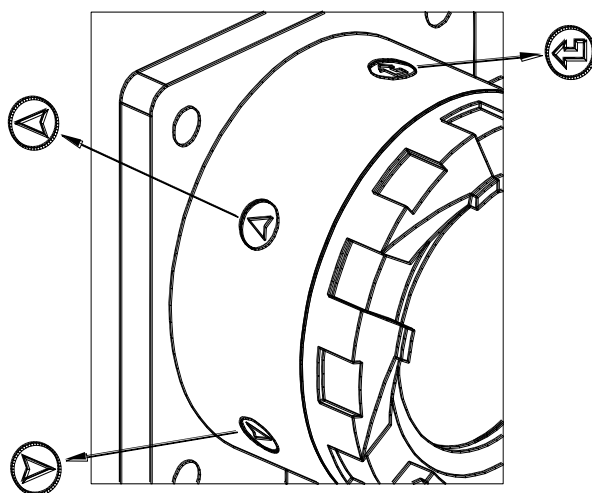

Рисунок 2.5
2.4.3.7. На модуле индикации установлены герконы дистанционного управления, дублирующие кнопочную клавиатуру и предназначенные для конфигурирования ЭКМ посредством магнитного брелока без отвинчивания крышки корпуса. Места расположения герконов и их функциональное назначение обозначено на корпусе ЭКМ символами «», «», «» (см. рисунок 2.5).